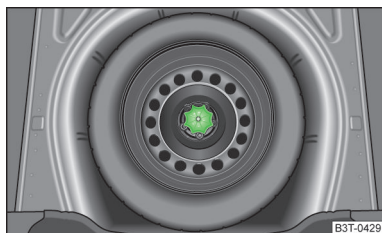

Fig. 143
Roata de rezervă este situată într-un locaș aflat sub podeaua portbagajului și este fixată cu o piuliță specială » fig. 143.
- Deșurubați piulița » fig. 143 rotind în sens antiorar.
- Înșurubați piulița » fig. 143, rotind în sens orar, până când roata este bine fixată.